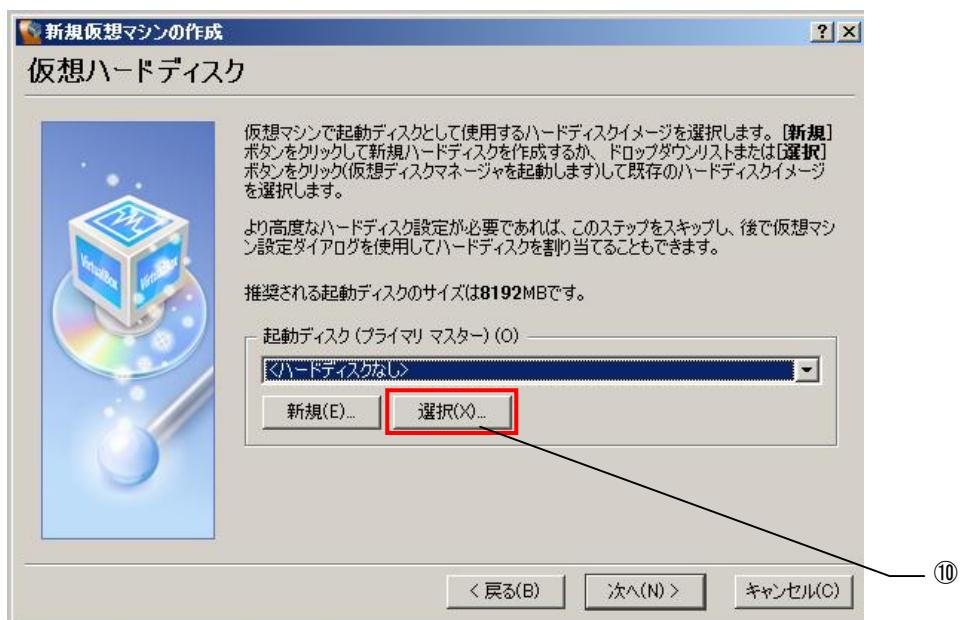

図2-2-4-6. 仮想ハードディスクのイメージ選択画面
- ⑪ 図2-2-4-7の仮想ディスクマネージャ画面が開きます。